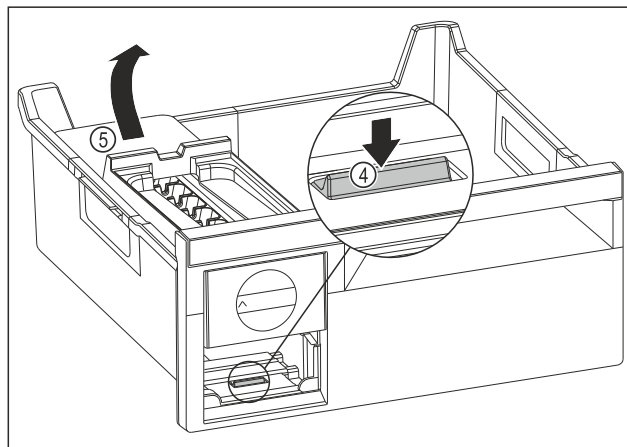

Fig. 171
- EasyTwist-Ice'i korpuse väljavõtmine: Vajutage aas Fig. 171 (4) sõrmega alla ja tõstke samaaegselt teise käega EasyTwist-Ice'i korpus Fig. 171 (5) tagant üles.